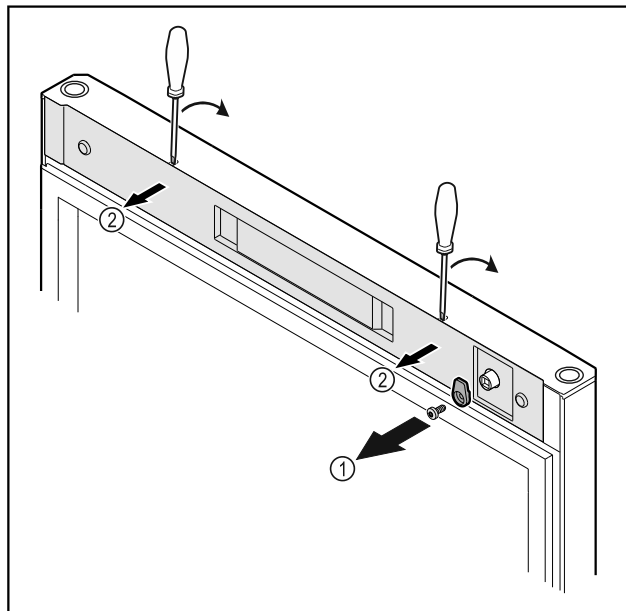

Fig. 11
- ▶ Lironi vidat e grepit të mbylljes Fig. 11 (1).
- ▶ Nxirrni nga foleja kapakun mbulues Fig. 11 (2) me një kaçavidë të vogël dhe hiqeni.